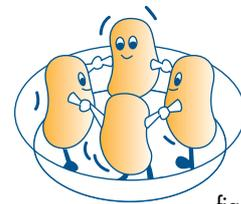

fig. 10
- 5) Si se cuecen varias porciones de la misma comida, por ejemplo patatas hervidas, **distribuir las dándoles forma de rosca** en un recipiente resistente al fuego para obtener una cocción uniforme (fig. 10).